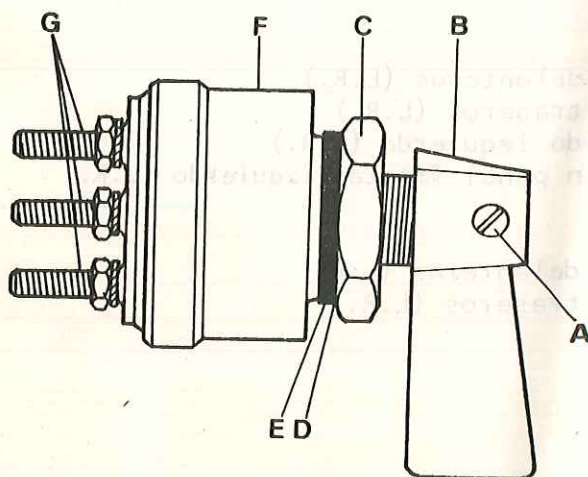

Fig. P3-9 Interruptor
- 1.3. Soltar el tornillo de fijación, A (Fig. P3-9) y extraer el mando, B, interruptor.
- 1.4. Desmontar la tuerca, C (Fig. P3-9) de fijación del interruptor al panel de instrumentos, y extraer éste.